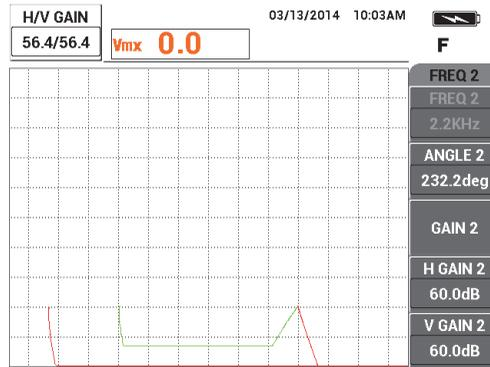

Figure 5-120 Réglage de l'amplitude du signal de fréquence 1
8. Appuyez sur la touche GAIN (**dB**), et puis réglez l'amplitude du signal de fréquence 1 pour qu'il se situe exactement à 6 divisions du point d'équilibre (du côté gauche) [voir la Figure 5-120 à la page 228].